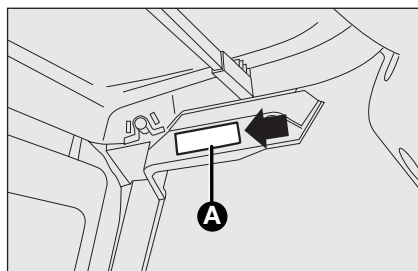

fig. 28
- cu ajutorul șurubelniței din dotare, scoateți plafoniera **A-fig. 28** acționând în punctul indicat.